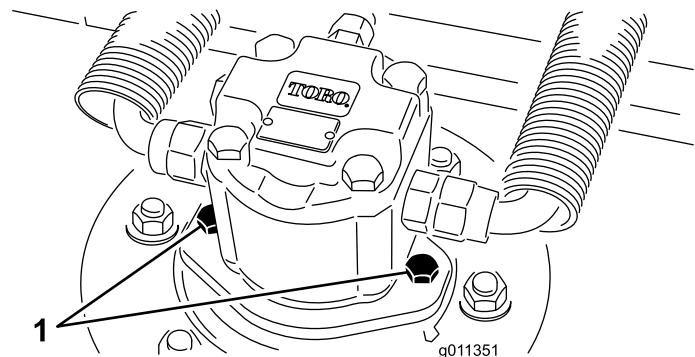

图69
1. 从刀盘中断开并取出液压马达 (图69)。盖住锭轴的顶部防止污染。
3. 将液压马达安装到刀盘上 (图69)。确保 O 形圈到位且没有受到损坏。